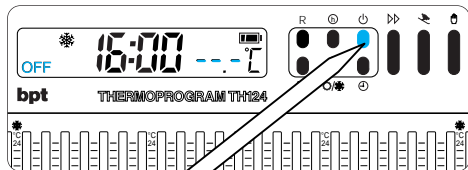

Fig. 38
**12.1** - Premere il pulsante  $\text{⏻}$  (fig. 38).
**13.1** - Premere il pulsante  (fig. 38).